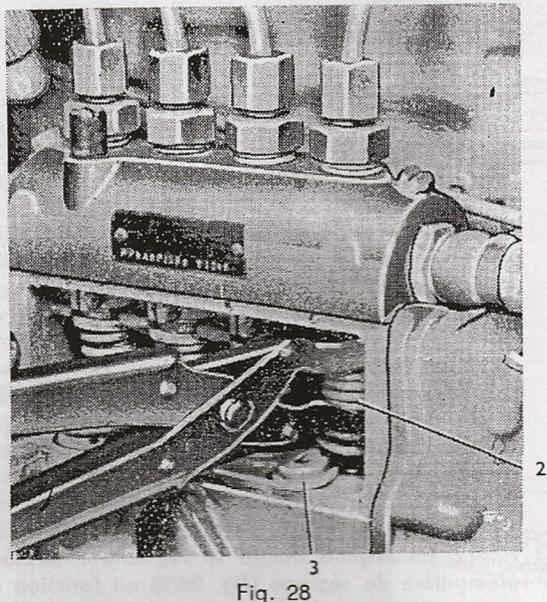

Fig. 28
3. En se servant de la pince spéciale (fig. 28) comprimer le ressort de piston (fig. 28/2) et retirer la cuvette de ressort inférieure (fig. 28/3). Le pous-